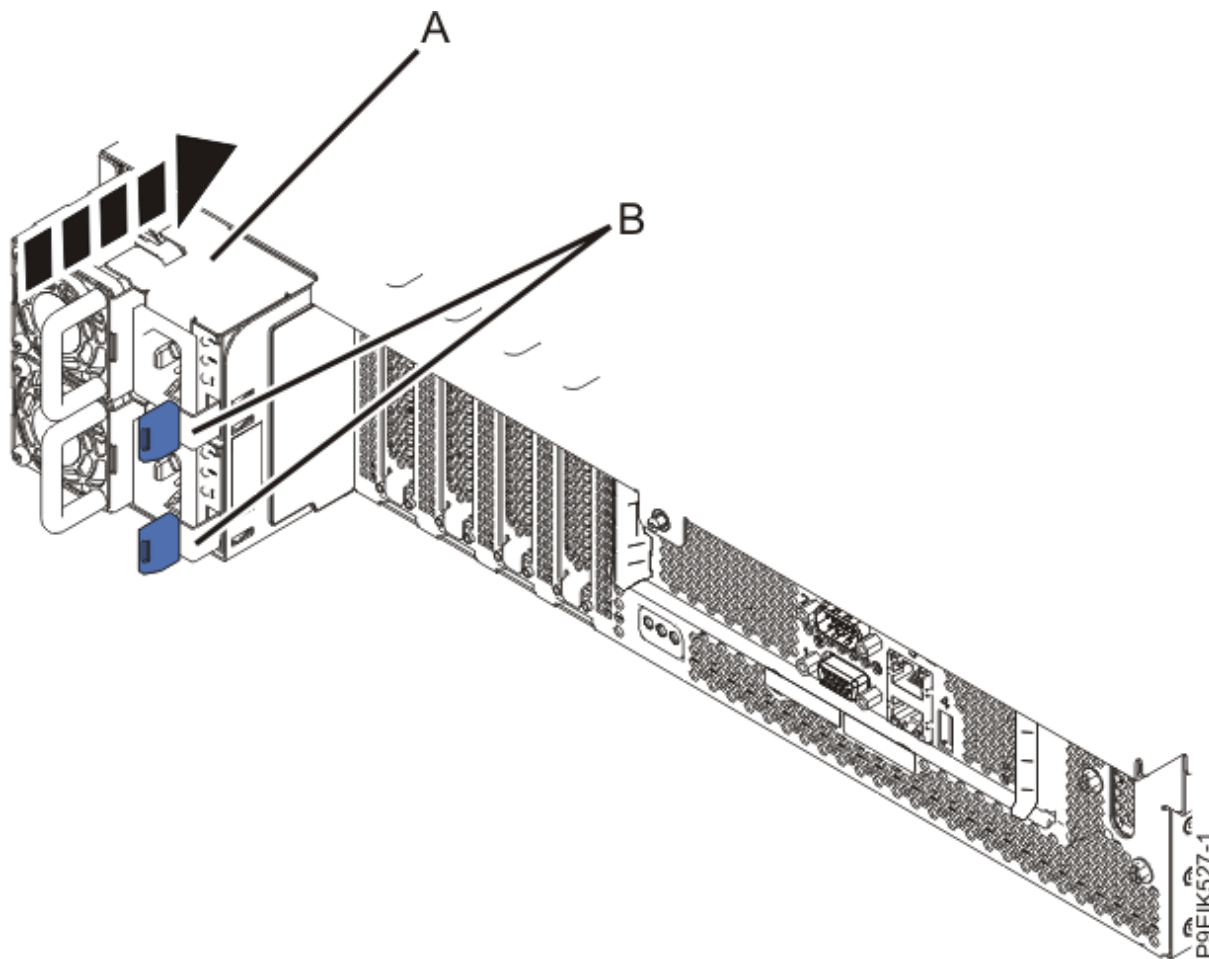

Figura 38. Substituindo as fontes de alimentação no sistema
4. Substitua as fontes de alimentação, como mostrado na Figura 38 na página 79.